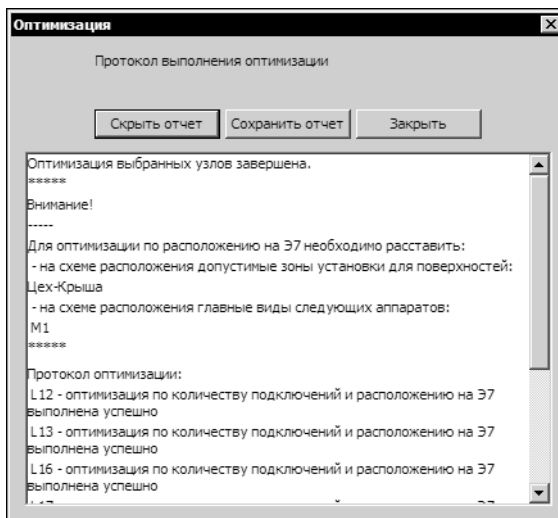

Рис. 25.10. Протокол выполнения оптимизации
- На экране появится диалог (рис. 25.10), в котором отображается протокол результатов выполнения оптимизации.